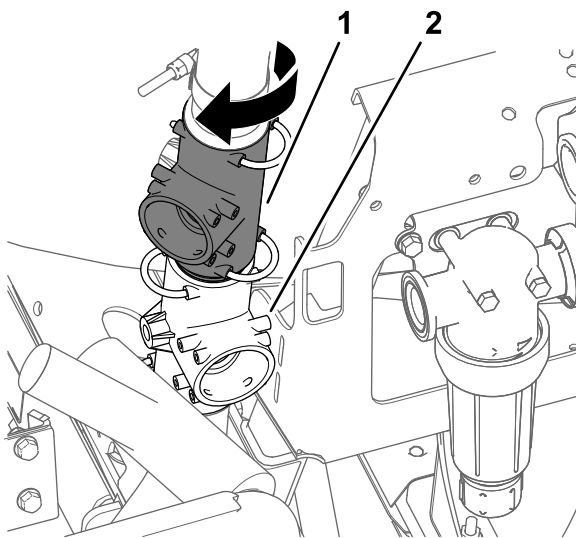

図 5
5. 上側T字フィッティングを右まわりに 45°程度回転させる 図 5。